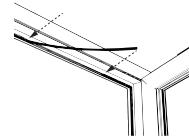

Рис. 10
7. На место удаленного уплотнителя, установить уплотнитель, входящий в комплектацию клапана (рис.10).